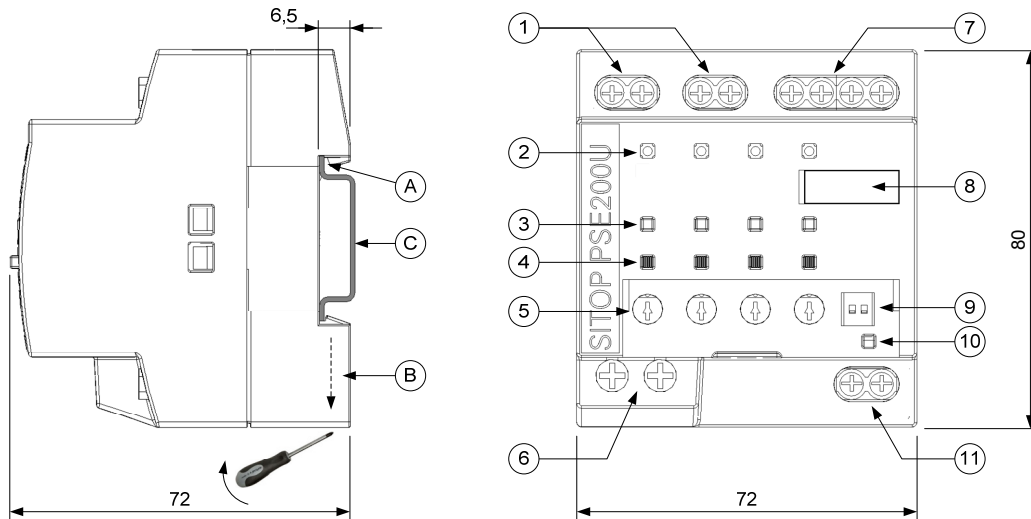

Figura 1: Disegno quotato (mm)
Per innestare l'apparecchio, agganciarlo con il nasello (A) nella guida profilata (C) e premere fino all'innesto della molla (B). Per lo smontaggio, agire con un cacciavite sulla molla (B) nella direzione della freccia e rimuovere l'apparecchio dalla guida profilata (vedere la figura 1).